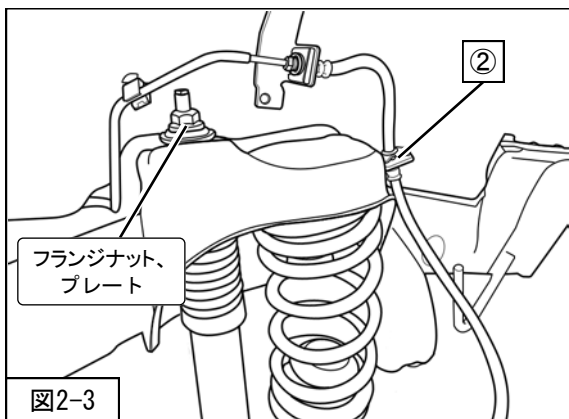

図2-3
を仮締めしてください。（図2-3）
8. ②ブレーキホース取付クリップを取付けてください。（図2-3）